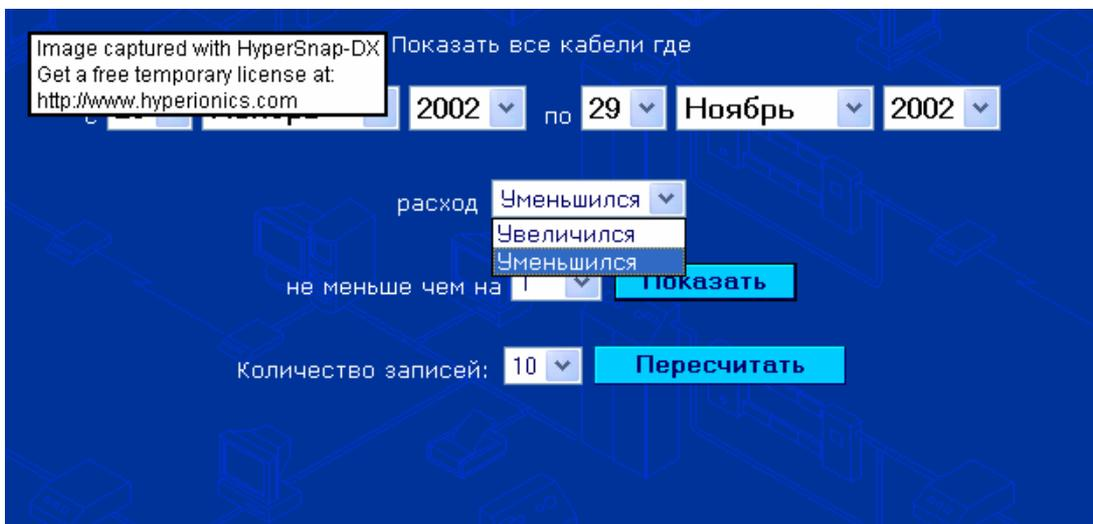

Рис. 24
- 2) Определим, какие кабели нас интересуют: с выросшим расходом или с уменьшившимся (Рис. 24).